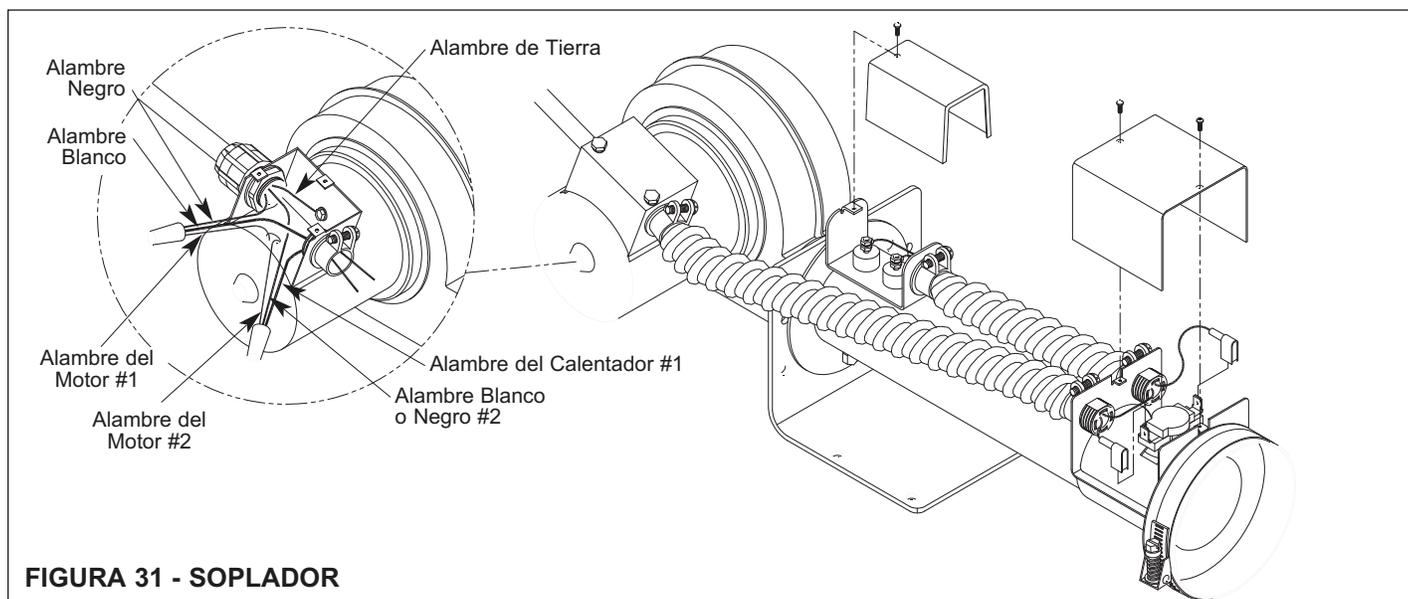

FIGURA 31 - SOPLADOR
1. Localizar la manguera flexible de 2438mm, conecte a la entrada del sello de aire térmico y a la pared con los cables para atar y las abrazaderas proveídas, Figura 31 & 32.